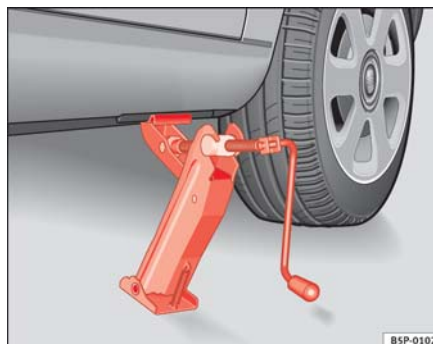

Fig. 160 Colocación del gato
- Posicione el gato de modo que su garra envuelva el nervio del larguero inferior y que la placa base móvil se apoye plana sobre el suelo⇒ **fig. 160**.